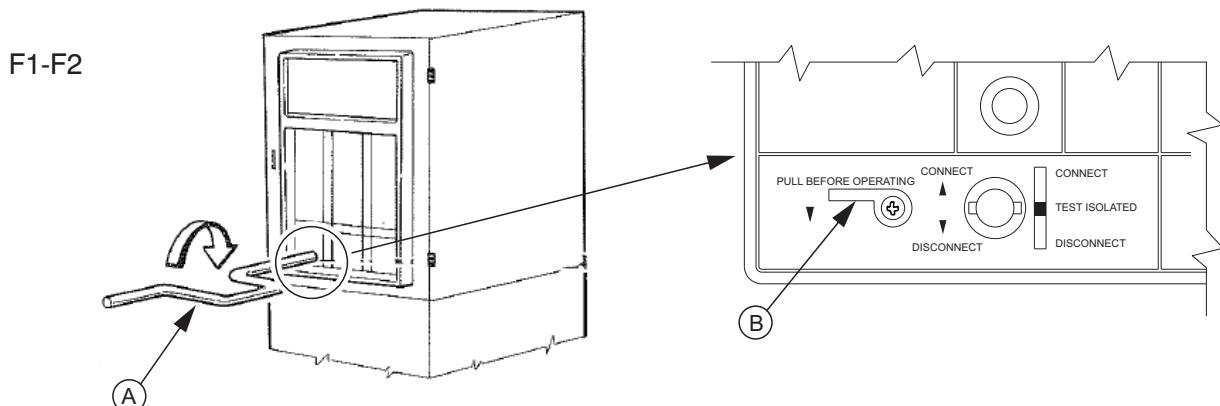

Fig. 21
Sbloccare la manovra premendo la levetta/pulsante di sblocco (B). Inserire la manovella (A) nel relativo innesto (fig. 21/22). Procedere quindi alla rotazione della manovella fino allo scatto automatico in blocco, coincidente con il ritorno nella posizione di riposo della levetta/pulsante (B). L'interruttore è in posizione di «test isolated» e può essere manovrato sia manualmente che elettricamente.
Unlock the operating mechanism by pressing the unlocking lever/push-button (B). Insert the handle (A) into its seat (fig. 21/22). Now turn the handle to the automatic locking position, at which the lever/push-button (B) will return to its inoperative position. The circuit-breaker is in the «test isolated» position and can be operated both electrically and in the manual mode.
Die Schaltung freigeben, indem man den Hebel/die Taste zur Entriegelung (B). Die Handkurbel (A) in die entsprechende Aufnahme (Abb. 21/22) stecken. Dann die Drehung der Handkurbel bis zur automatischen Einrastung in der Verriegelung vornehmen, die mit der Rückkehr des Hebels/der Taste (B) in die Ruhestellung übereinstimmt. Der Leistungsschalter befindet sich in der Position «test isolated» und kann sowohl von Hand als auch elektrisch geschaltet werden.
Débloquer la manœuvre en appuyant sur le levier/bouton-poussoir de déblocage (B). Introduire la manivelle (A) dans son accouplement (fig. 21/22). Puis tourner la manivelle jusqu'au premier cran automatique de blocage, qui coïncide avec le retour levier/bouton-poussoir (B) dans la position de repos. Le disjoncteur est dans la position de «test isolated» et il peut être manœuvré aussi bien manuellement qu'électriquement.
Desbloquear la manivela presionando la palanca/pulsador de desbloqueo (B). Inserir la manivela (A) en el correspondiente acoplamiento (fig. 21/22). Efectuar la rotación de la manivela hasta el primer disparo automático en bloqueo, coincidente con el retorno en la posición de reposo de la palanca/pulsador (B). El interruptor está en posición de «test isolated» y puede ser maniobrado manual o eléctricamente.